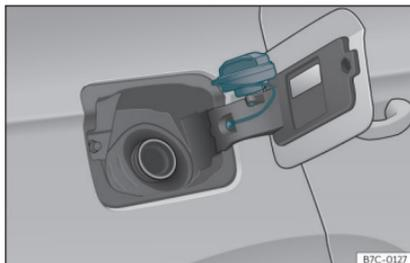

Fig. 181 Trappe à carburant avec bouchon fermé.
- Placez le bouchon dans le logement se trouvant sur la charnière de la trappe à carburant ouverte»» fig. 181.